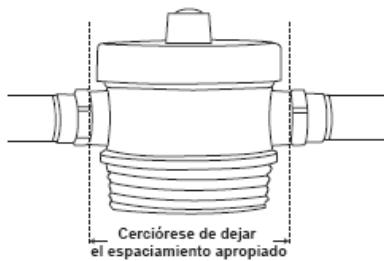

Figura 2
4. Calcule el espaciamiento adecuado para los componentes (aproximadamente 3/4" (1,91 cm) del tubo existente entre en cada accesorio) (ver Figura 2).